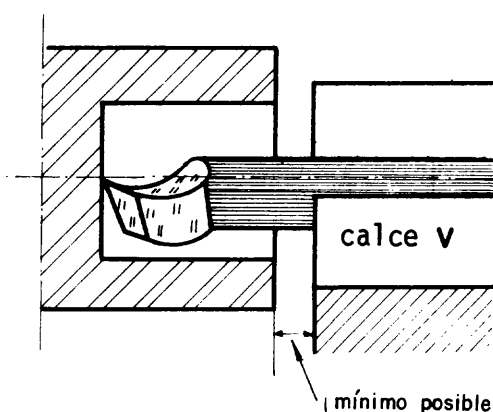

Fig. 3
- 5º Paso *Monte la herramienta de torneear y refrentar interior (fig. 3).*